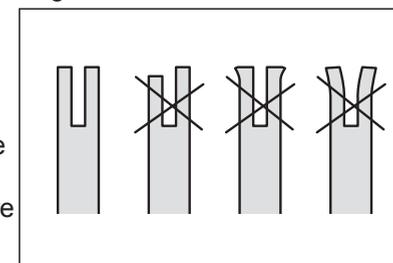

Fig. 36
- > Pour vérifier l'état d'usure du rail: Appliquez le bord droit d'une règle contre le bord des lames de coupe, comme indiqué sur l'illustration ci-dessous. Si le rail du guide-chaîne est en bon état, il doit y avoir un interstice entre la règle et le guide-chaîne. S'il n'y a aucun interstice (c.à.d. si vous pouvez appliquer la règle contre le guide-chaîne sur toute sa longueur), le rail du guide-chaîne est usé et a besoin d'être remplacé par un rail du même type (fig. 36).